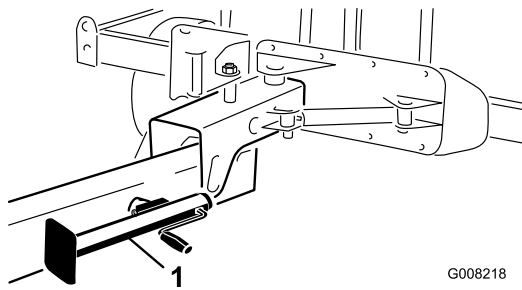

Bild 24
9. Senken Sie den Achsständer auf den Boden ab, um die Maschine zu stabilisieren (Bild 24).